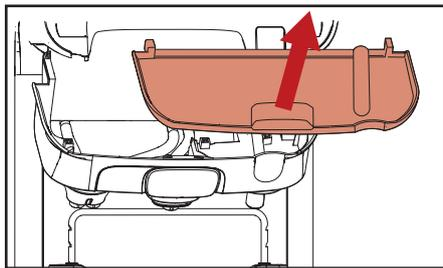

图 5.11 - 移开内滴水托盘
- c. 如果必要的话，取出内滴盘并清洗之（图.5.11）。